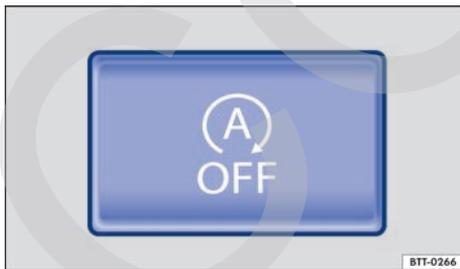

Fig. 133 En la consola central: tecla del sistema Start-Stop.
- Para desconectar el sistema, pulse la tecla  situada en la consola central → fig. 133. Cuando el sistema Start-Stop está desconectado, se enciende el testigo de control de la tecla.
- Para volver a conectar el sistema, pulse de nuevo la tecla  de la consola central → fig. 133.